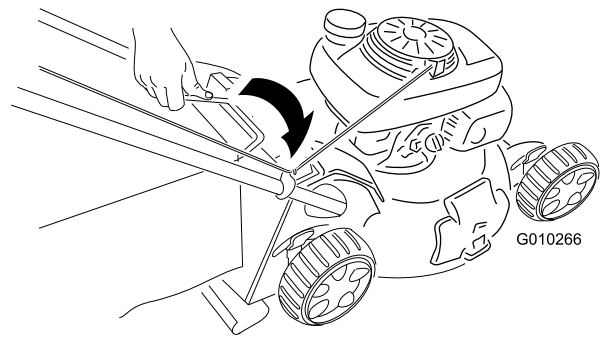

**Bild 15**
1. Lösen Sie das Handrad des oberen Bügels (Bild 15).